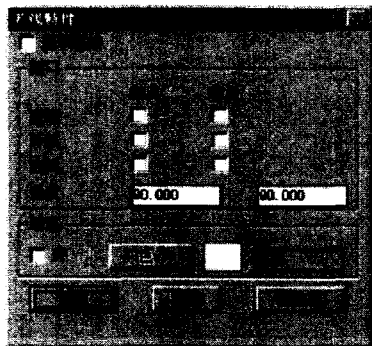

图7 “多线特性”对话框
(6)要增加线条(元素),点按“添加”按钮,并指定其偏移量、颜色、线型3个参数值。所有的线设置好后,就可以“确定”退出,返回到主界面“多线样式”对话框,再选择“多线特性”按钮进入如图7所示的“多线特性”对话框。